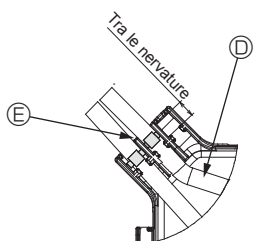

Fig. 4-6
**Utilizzare il nastro per fissare i cavi di giunzione tra le nervature sulla scatola dei connettori come illustrato nello schema. (Fig. 4-6)**